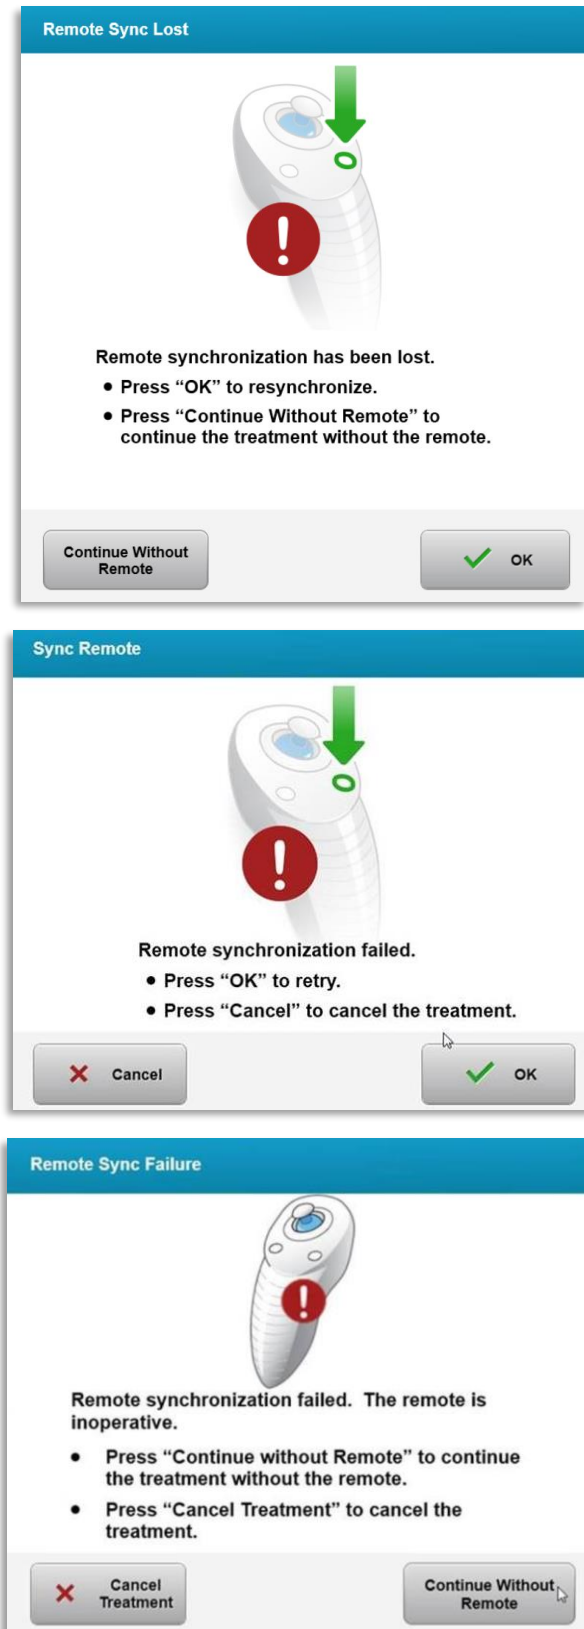

Figura 4-2. Sincronizzazione con il telecomando di allineamento persa – Telecomando originale
- La Figura 4-1 illustra la guida su schermo per i sistemi KXL utilizzando il telecomando originale; la Figura 4-2 illustra la guida su schermo per i sistemi KXL utilizzando il telecomando aggiornato.